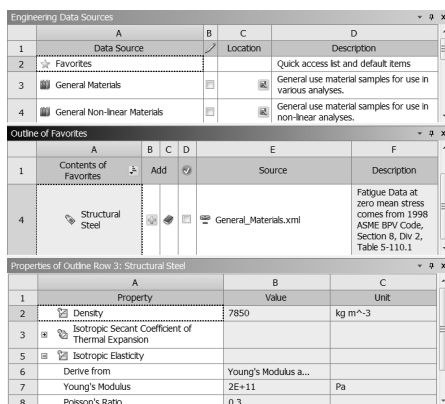

图 7-30 材料库
Step1：双击项目 B 中的 B2（Engineering Data）选项，弹出如图 7-30 所示的工程材料库，在工具栏中单击 按钮，此时弹出工程材料数据选择库。